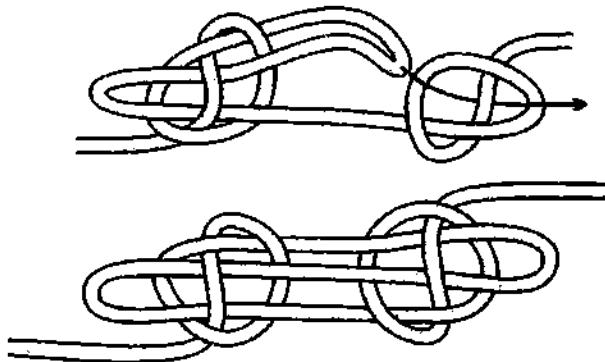

Рис. 139. Вместо дополнительных полуштыков на кольшке вяжутся **сваечные узлы**.
**Колышка**, у которой крайние петли вместо полуштыков прихвачены **сваечными узлами**, является очень стабильным и надёжным узлом (рис. 139). Среди всех разновидностей **колошек**, эта одна из самых надёжных, но чтобы её развязать после использования, требуется больше усилия